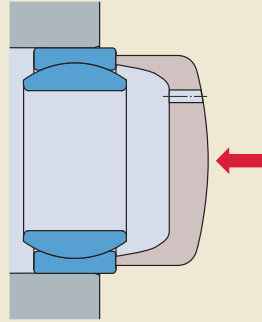

Bild 3
- Ein Dorn mit zwei Anlaufflächen (→ **Bild 3**) für die gleichzeitige Montage des Lagers auf der Welle und im Gehäuse.